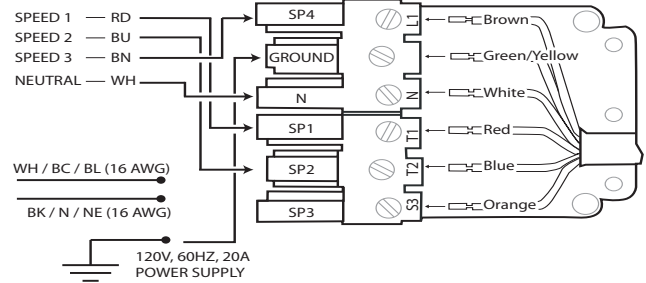

Figura 16: Cableado de la campana con un ventilador a distancia
9. Conecte el ventilador a distancia con los cables del conector en espiral, como se muestra en la *Figura 16*. Conecte el cable verde (toma de tierra) del ventilador al tornillo de toma de tierra de la caja de conexiones. Consulte las instrucciones de instalación del ventilador para obtener más detalles sobre el cableado.